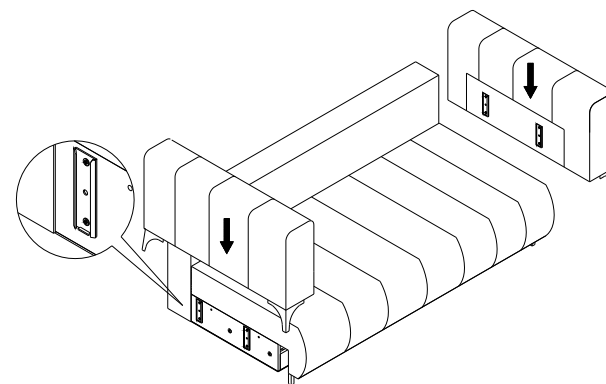

Рис. 6
- установить боковины с помощью кронштейнов соединительных (Рис.6).